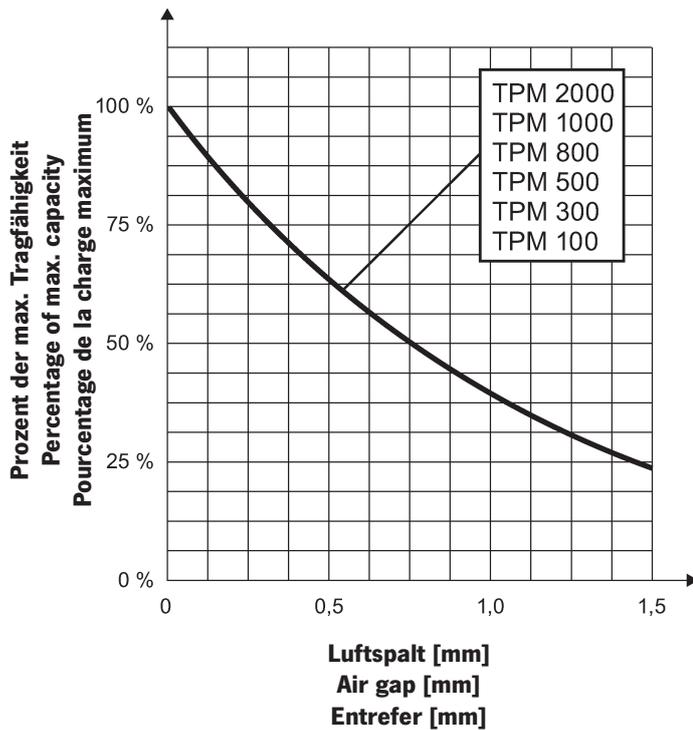

Fig. 4
- Houd rekening met een capaciteitsvermindering door rond materiaal, buizen, roestvrij staal en gietijzer (Fig. 4, Fig. 5, tabel 1, tabel 2).
**OPGELET:** *Zorg voor een goed contact met de last! Hou rekening met een eventuele capaciteitsvermindering door een luchtspleet, het soort materiaal, materiaaldikte, de vorm of verminderde contactoppervlakken (Fig. 4, Fig. 5, tabel 1, tabel 2).*